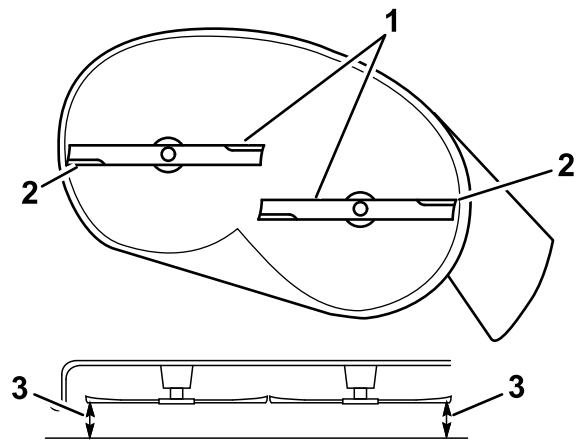

Figura 66
5. Meça entre as extremidades de corte exteriores e a superfície plana (Figura 66).